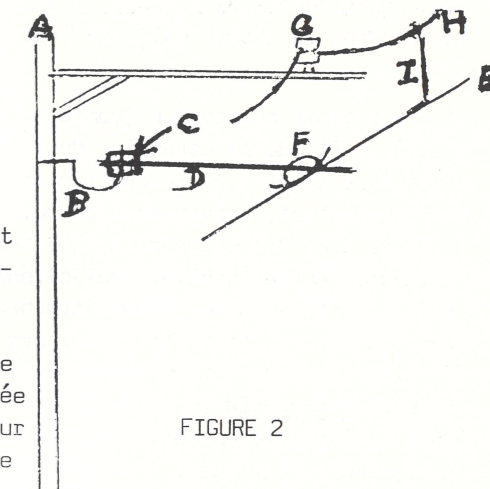

FIGURE 2
- C - tige du poteau de caténaire (voir D fig.2)
Montage de l'ensemble (voir fig.2)